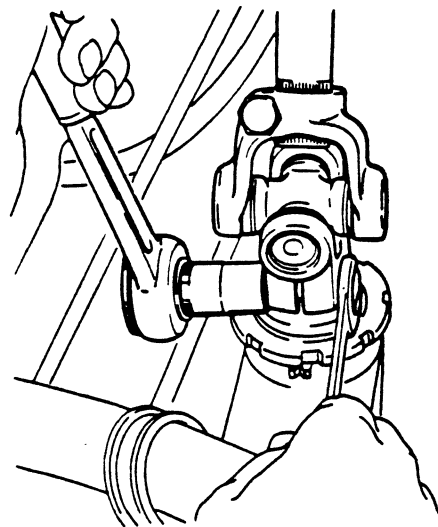

Fig. 14
- Draai de klembout los die de kruiskoppeling vastklemt op de ingaande as van het stuurhuis (Fig. 14).